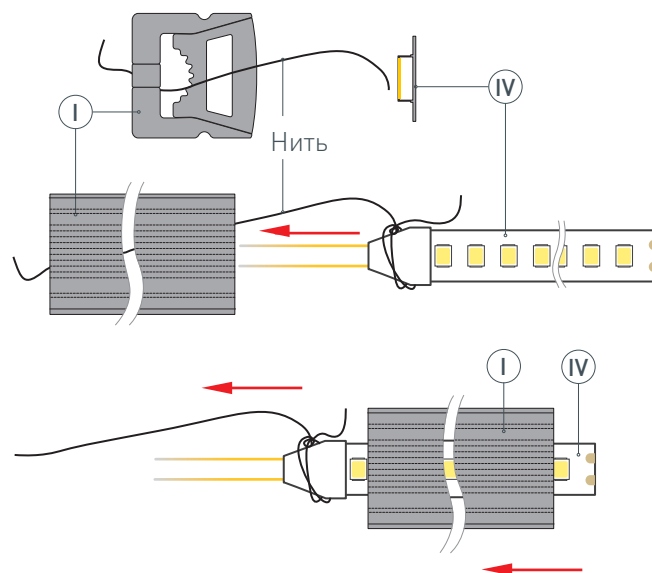

Рис. 1. Протяжка светодиодной ленты (IV) в профиль (I), вид сверху
- 1** / Закрепите держатели (II) на поверхности и выведите наружу кабель от источника питания для светодиодной ленты.
Установите\* светодиодную ленту (IV) в профиль (I). Для этого необходимо привязать нить (находится внутри профиля) с одной стороны профиля (I) к светодиодной ленте (IV), как показано на рис. 1. Чтобы втянуть ленту в профиль, сначала аккуратно поместите кабели питания светодиодной ленты (IV) внутрь профиля (I), а затем, насколько это возможно, вставьте край светодиодной ленты. Аккуратно потяните за нить с другой стороны профиля (I) и тем самым протяните\*\* светодиодную ленту (IV) в профиль (I).